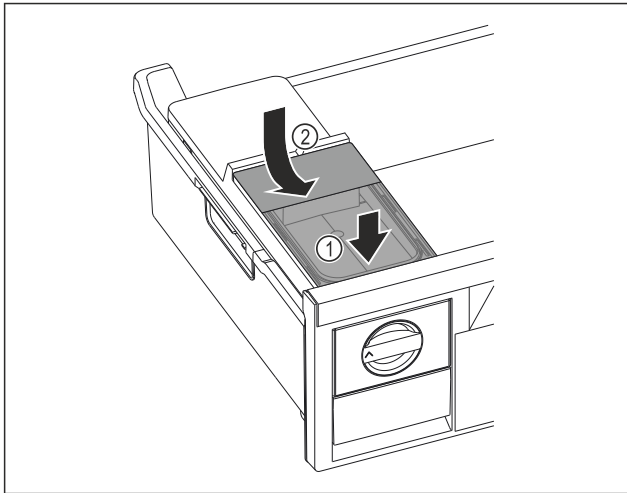

Fig. 110
- ▶ Поставете резервоара за вода отпред. Fig. 110 (1)
- ▶ Спуснете резервоара за вода отзад. Fig. 110 (2)